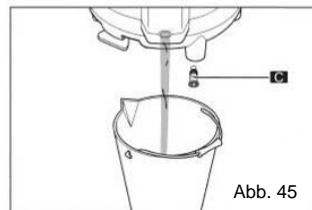

Abb. 45
- Halten Sie einen Auffangbehälter (B) mit einem Fassungsvermögen von mehr als 3 Liter unter den Wassertank mit der Ablassschraube (C).
- Schrauben Sie Ablassschraube (C) des Wassertanks mit einer Münze oder einem Inbusschlüssel heraus.
- Ziehen Sie die Ablassschraube (C) ab und warten Sie, bis das Wasser aus dem Wassertank vollständig abgelaufen ist. (Abb. 45)